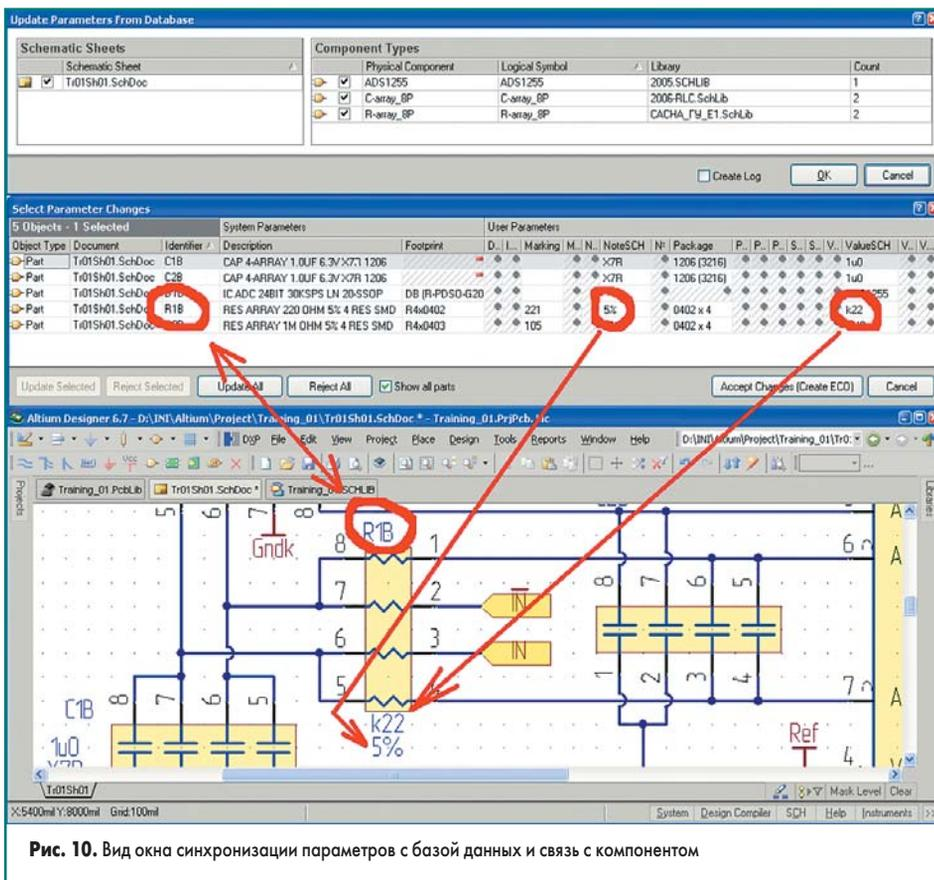

Рис. 10. Вид окна синхронизации параметров с базой данных и связь с компонентом
- Размещаем наши отображаемые параметры на схеме так, что их было удобно читать. На рис. 10 отмечен ввод из базы данных и отображение на схеме для компонента **R1B** двух параметров **NoteSCH = «5%»** и **ValueSCH = «k22»**.